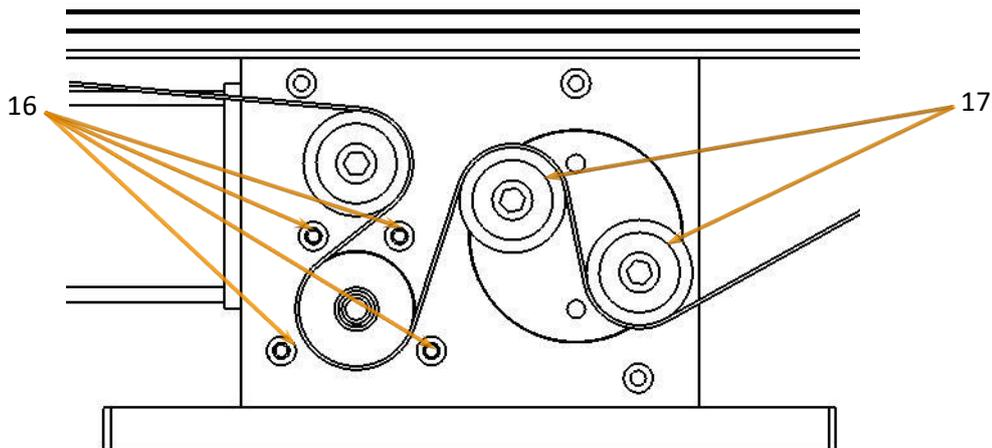

Abb. 9 Gurtverlauf
- Innensechskantschrauben (Pos. 16, vergl. Abb. 9) entfernen (3 mm Sechskantschlüssel) und Getriebemotor (Pos. 9, vergl. Abb. 1) von Hand abziehen.
- Gurt wie in Abb. 9 gezeigt einlegen.
- Neuen Gurt wie in Abb. 9 gezeigt einlegen.
- Innensechskantschrauben (Pos. 16, vergl. Abb. 9) entfernen (3 mm Sechskant-schlüssel) und Getriebemotor (Pos. 9, vergl. Abb. 1) von Hand abziehen.
- Neuen Getriebemotor aufstecken und festschrauben. Gurt wie in Abb. 9 gezeigt einlegen.